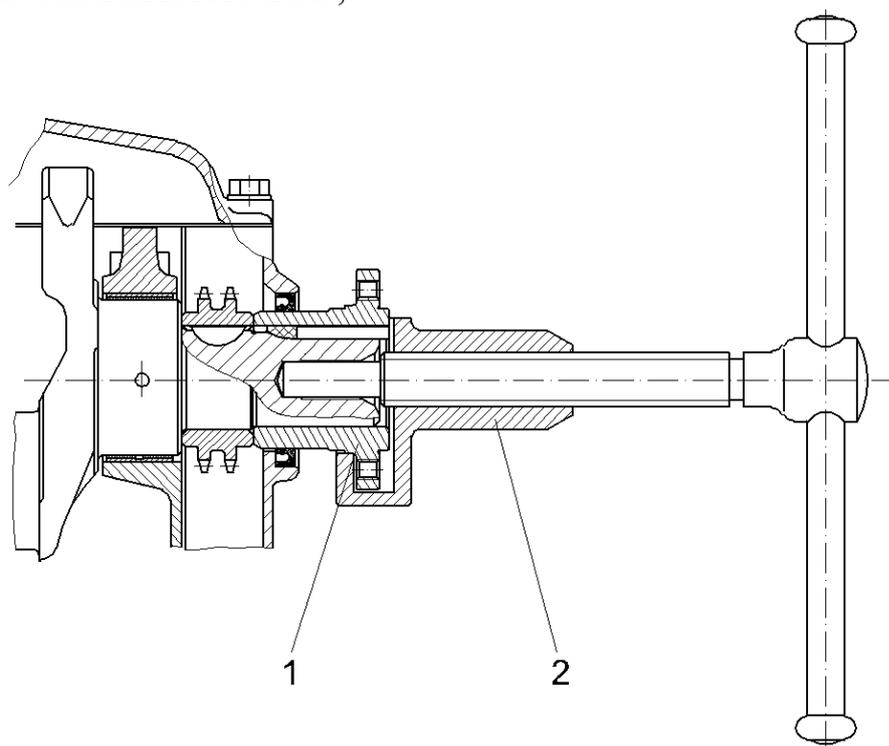

Рис.65. Снятие ступицы шкива коленчатого вала:
- снять с помощью специального съёмника 2 (рис.65) ступицу 1 шкива коленчатого вала с коленчатого вала;